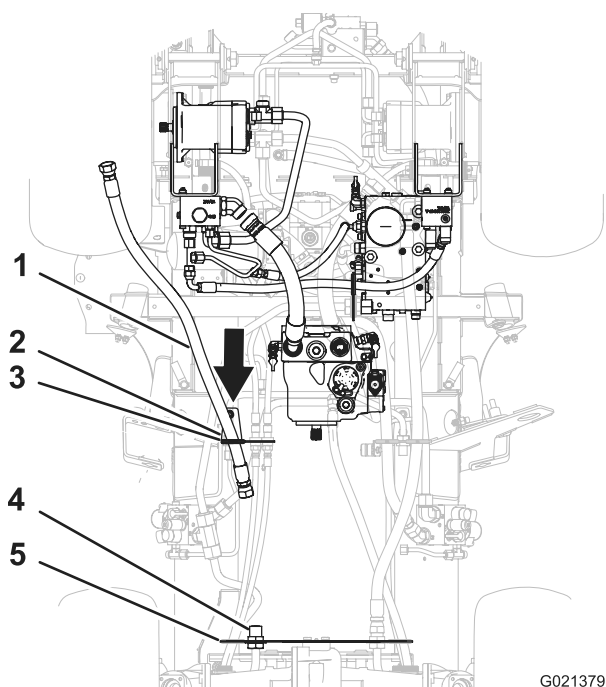

Figura 15
1. Alinee el acoplamiento de la manguera de tracción trasera con la guía acolchada del soporte de la manguera, y pase la manguera por el soporte (Figura 15).